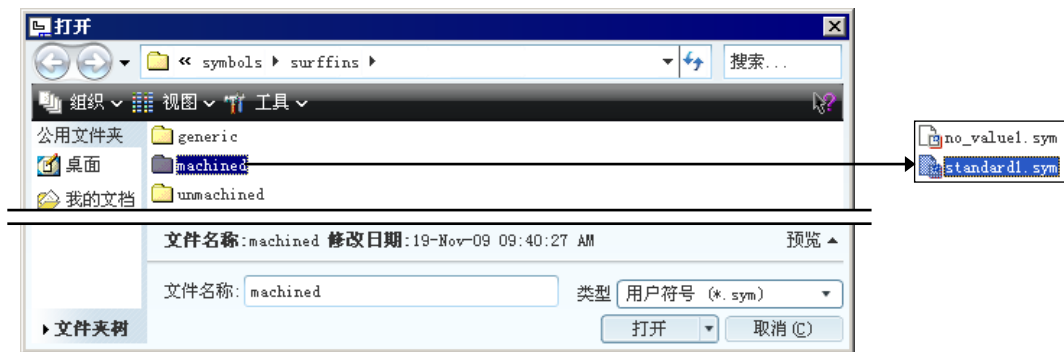

图 10.9.3 “打开”对话框
(2) 从“打开”对话框中选取 machined, 单击  打开 按钮, 选取 standard1.sym, 单击  打开 按钮 (如图 10.9.3 所示)。